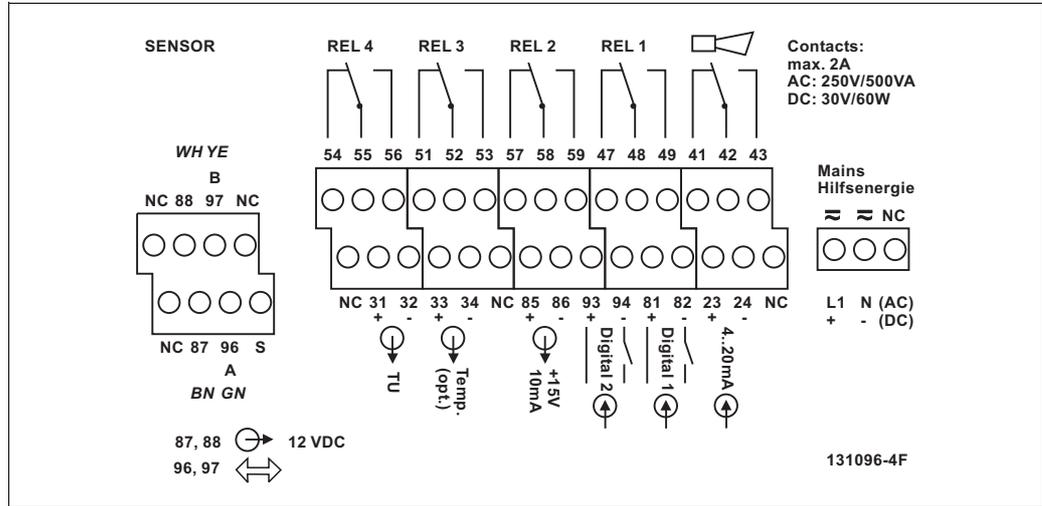

Fig. 12 : Étiquette du compartiment de raccordement de l'appareil de terrain
3. Raccordez le câble conformément à l'occupation des bornes (voir Fig. 12).